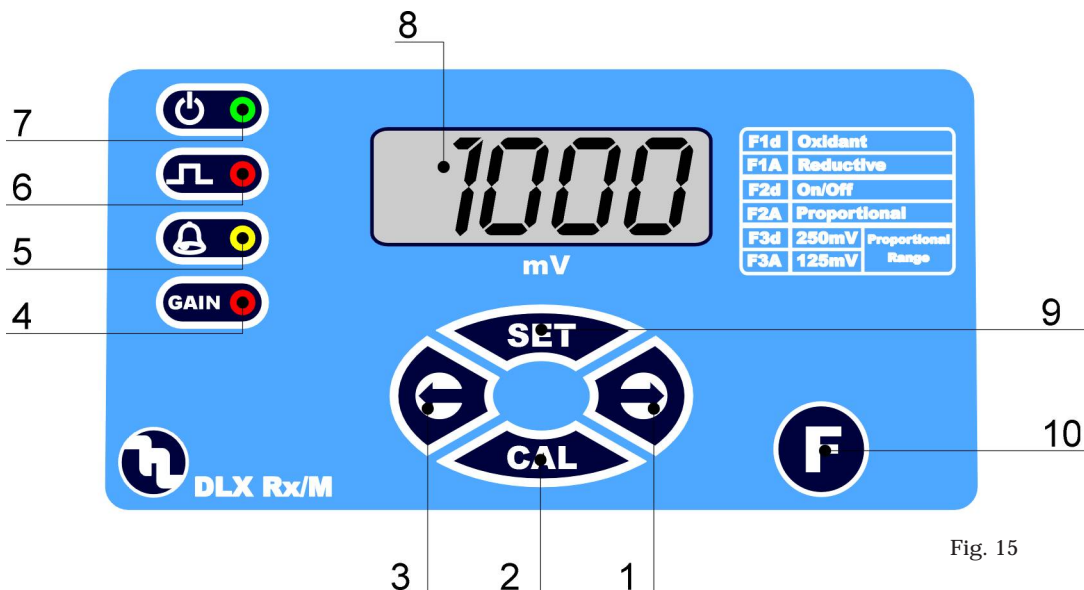

Fig. 15
7.1 - PUMPS CONTROLS (Fig. 15)